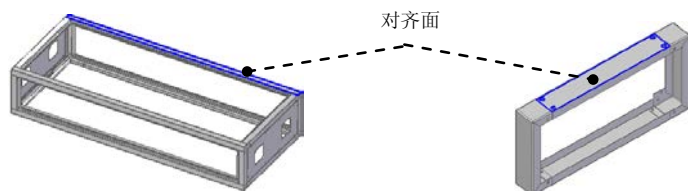

图 8.13.343 对齐面
(2) 单击“相关”区域中的命令, 选取图 8.13.343 所示的两个钣金件上要配合的面。